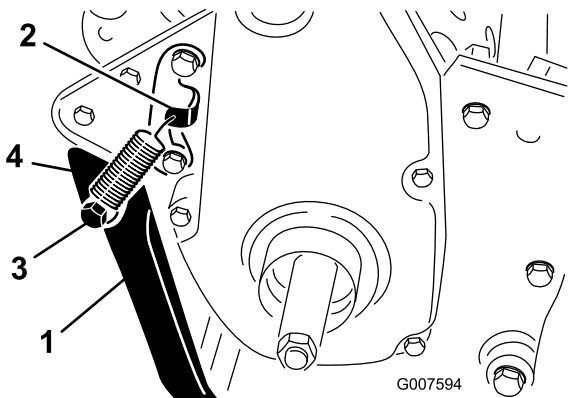

Figura 6
3. Monte o apoio em cada lado do chassi com um parafuso, espaçador, anilha de cabeça chata e porca de bloqueio (Figura 6).
2. Prenda a mola no furo do suporte da mola e na fixação da mola alinhando a cavilha da mola com os furos de montagem na parte traseira do chassi (Figura 6).